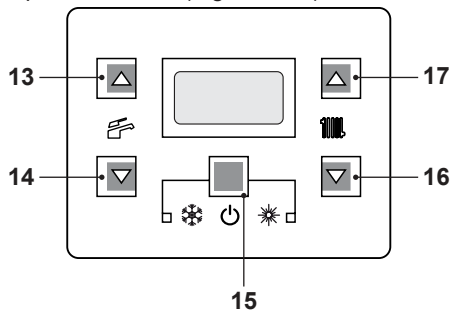
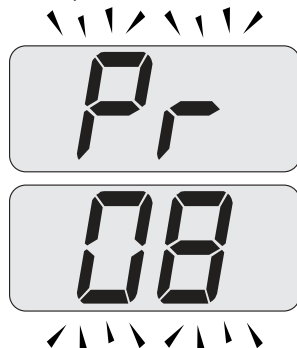

Figura 5.24
Figura 5.27
- Entre en la "modalidad de programación" pulsando simultáneamente durante 10 segundos los botones 15 - 16 - 17 (Figura 5.24) hasta que aparezcan en el display LCD las letras **Pr** alternadas con el código **01**, indicando que se ha entrado en el "parámetro 01" (Figura 5.25).
- Pulse simultáneamente los botones 15 y 17 (Figura 5.24) hasta que aparezca en el display LCD el valor del parámetro 01 (Figura 5.25).
- Pulsando el botón 15 (Figura 5.24) se confirma el valor introducido.
- Pulsando simultáneamente los botones 15 y 16 (Figura 5.24) se sale sin modificar el valor (se vuelve a la lista de parámetros Figura 5.25).
- Desplace los parámetros mediante los botones 16 o 17 (Figura 5.24) hasta que aparezcan en el display LCD las letras **Pr** alternadas con el código **08**, indicando que se ha entrado en el "parámetro 08" (Figura 5.27).
- Pulse simultáneamente los botones 15 y 17 (Figura 5.24) hasta que aparezca en el display LCD el valor del parámetro **08** (**00**= Ningún Reset) (Figura 5.28).
- Pulsando los botones 15 y 16 (Figura 5.24) se sale sin modificar el valor.
- Pulse los botones 16 o 17 para desplazar los parámetros hasta que aparezcan en el display LCD las letras **Pr** alternadas con el código **01**; pulse simultáneamente los botones 15 y 17 (Figura 5.24) hasta que aparezca en el display LCD el valor del parámetro **01** (Figura 5.29).
- Pulsando simultáneamente durante 10 segundos los botones 15 - 16 - 17 (Figura 5.24) se sale de la "modalidad de programación".